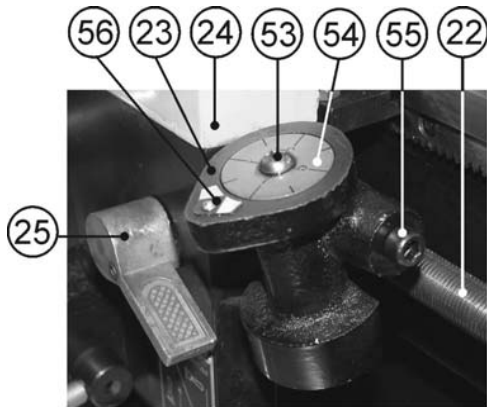

Рис. 20
10.8. Индикатор нарезания резьбы (Рис.20)
10.8.6. Маховиком подачи поперечного суппорта (28), Рис. 2, установите глубину резания, не превышая 0,2 мм за один проход. Опустите вниз ручку (25) управления разъёмной гайкой ходового винта и начните нарезание резьбы, Рис.20.
10.8.7. По мере приближения резца к концу резьбы отведите резец, используя маховик подачи поперечного суппорта (28), Рис. 15. Поднимите вверх ручку (25) управления разъёмной гайкой ходового винта, Рис.20. Вращая маховик ручной подачи каретки (29), Рис.15, отведите каретку назад к началу нарезания резьбы. Наблюдайте за вращающимся диском (54) индикатора (23) нарезания резьбы. По мере совмещения метки (56) на корпусе индикатора (23) нарезания резьбы и ранее выбранного вами по таблице 5 числа индикаторного диска (54), резко опустите вниз ручку (25) управления разъёмной гайкой ходового винта (начните нарезание резьбы). Повторяйте цикл нарезания резьбы до окончательных размеров.